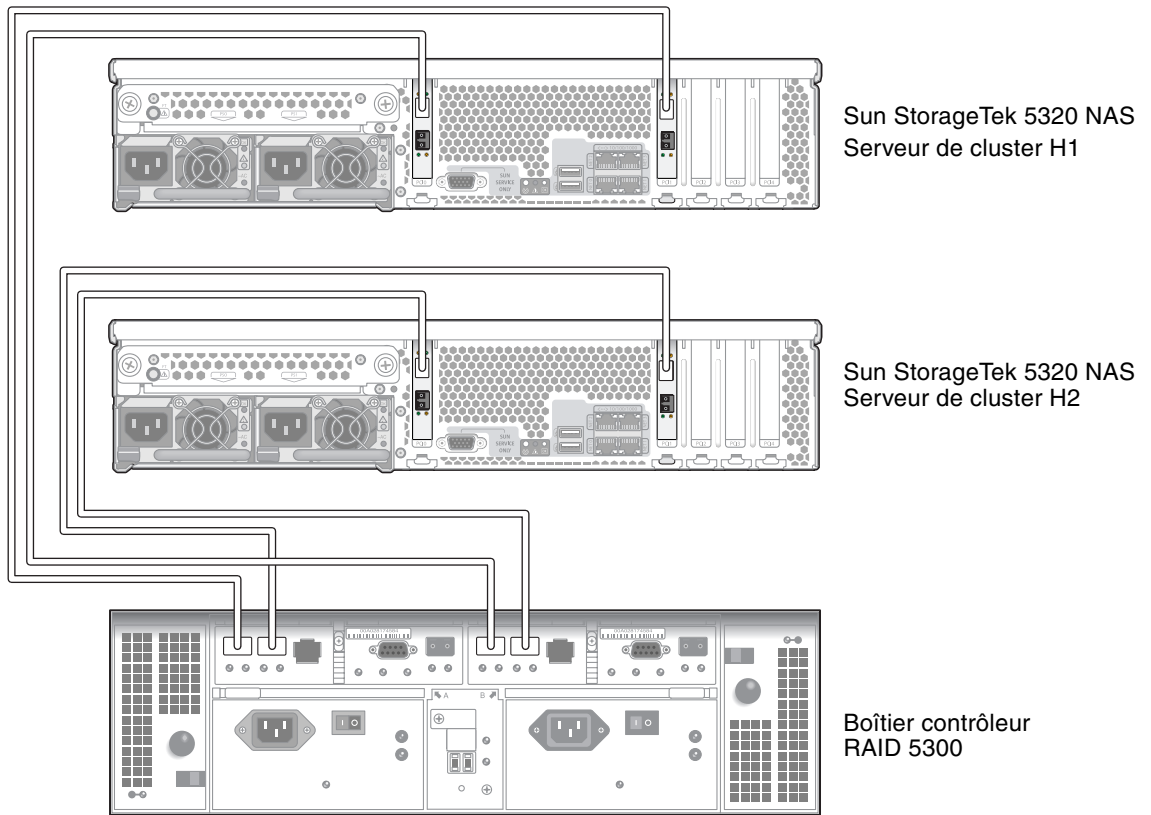

FIGURE 4-1 Sun StorageTek 5320 NAS Cluster Appliance Cartes HBA et ports des boîtiers contrôleurs
Le Sun StorageTek 5320 NAS Cluster Appliance et les boîtiers contrôleurs (CU) sont connectés à l'aide de deux câbles à fibre optique. Les transcepteurs SFP optiques ont été installés sur les ports hôte du boîtier contrôleur afin de servir d'interface avec les connecteurs LC du câble à fibre optique. Pour connaître l'emplacement des ports, reportez-vous à la FIGURE 4-1.